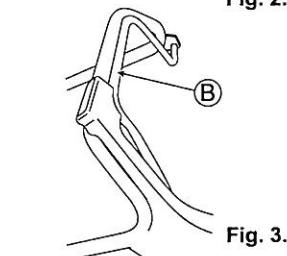

Fig. 3.
- Poussez le Levier d'embrayage (B) vers l'avant pour commencer à tondre. (Voir Fig. 3.)